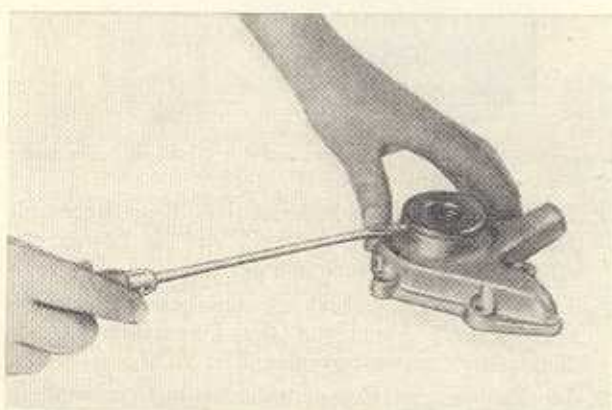

Bild M 31. Abheben des Deckels am Pumpengehäuse
9. Blechkappe am Pumpengehäuse mit Schraubenzieher abheben (Bild M 31).